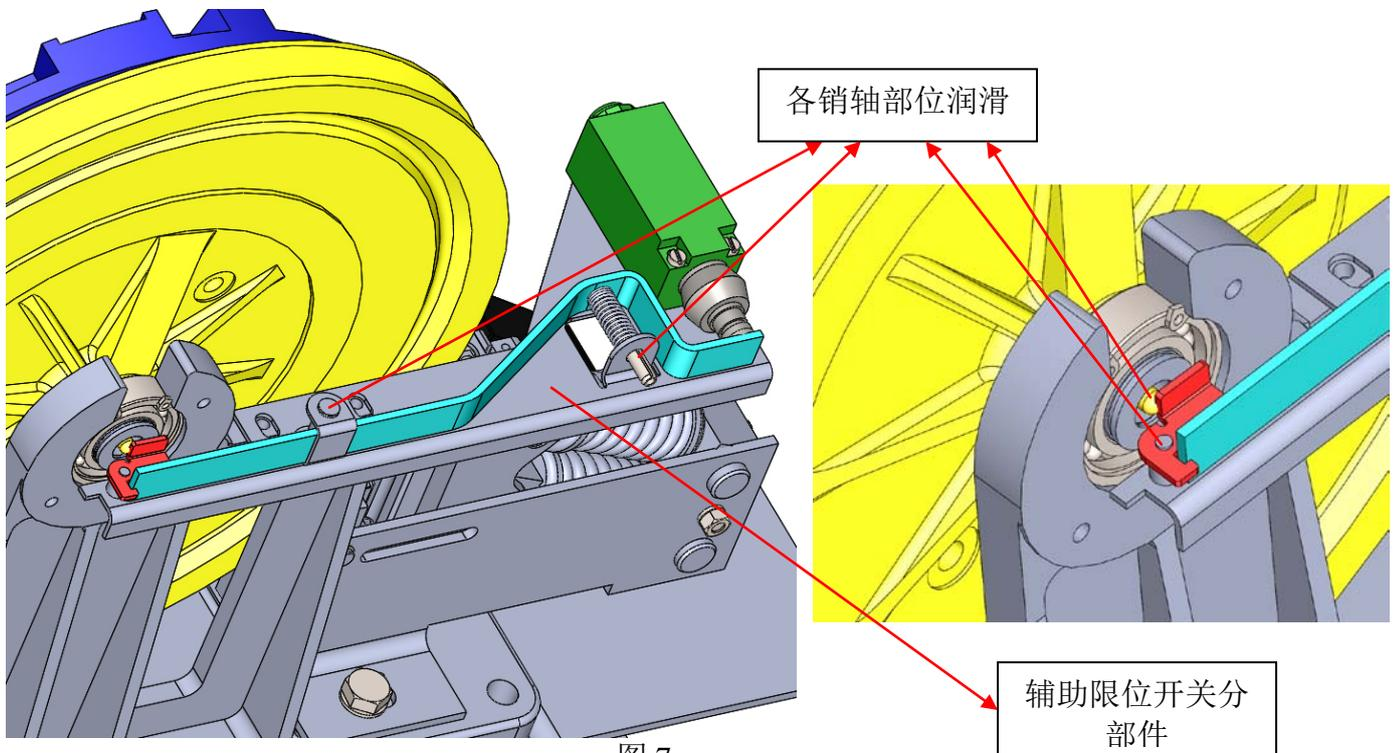

图 7
3.1.2.3 使用毛刷清理辅助限位开关分部件表面灰尘及杂物，然后在各销轴部位润滑，保证各销轴部位旋转灵活无卡涩，如图 7；